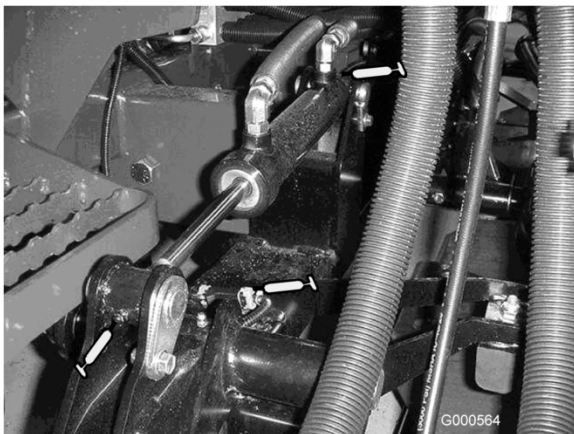

Figura 24
- Casquilhos do braço de elevação (1 por plataforma) (Figura 24)
- Casquilhos do cilindro de elevação (2 por plataforma) (Figura 24)